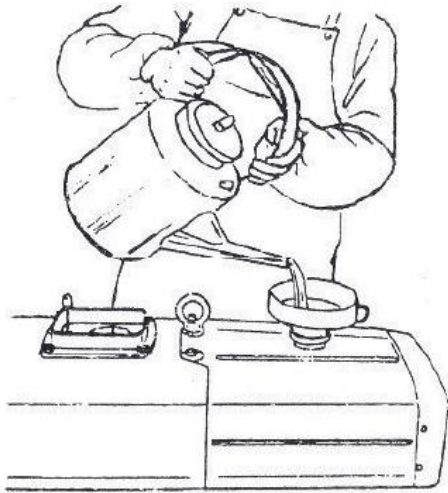

Fig. 3 Colocar combustível no tanque
- Abrir el tanque de combustible, colocar Diesel limpio ya totalmente filtrado (Fig. 3).